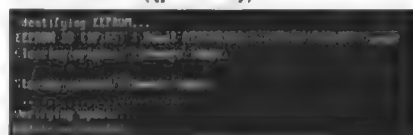

рис. 15
9.4. Не выключайте вашу систему до появления сообщения «Update successful» (рис. 15).